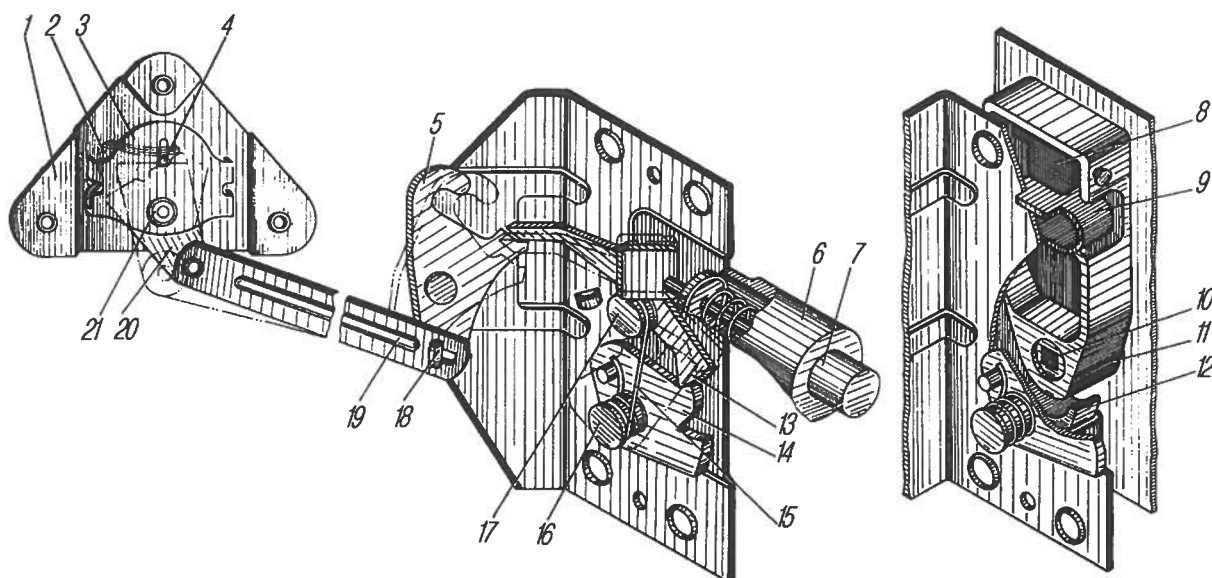

Рис. 93. Замок двери:
**Двери кабины** оборудованы замками и стеклоподъемниками. При закрытии двери собачка 12 (рис. 93) замка входит в соприкосновение с фиксатором 11 двери и, поворачиваясь, запирает дверь. В этом положении собачка фиксируется защелкой 13 и фиксатором 14. Одновременно верхний направляющий шип 9 замка входит в паз фиксатора и предохраняет дверь от провисания.